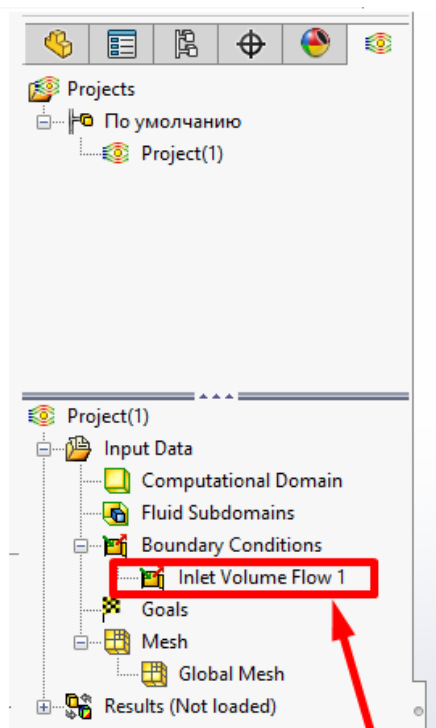

Рисунок 10.22 – Новий елемент Inlet Volume Flow 1
5. Натисніть **ОК**. У дереві **Flow Simulation Analysis** з'явиться новий елемент **Inlet Volume Flow 1** (рис. 10.22).